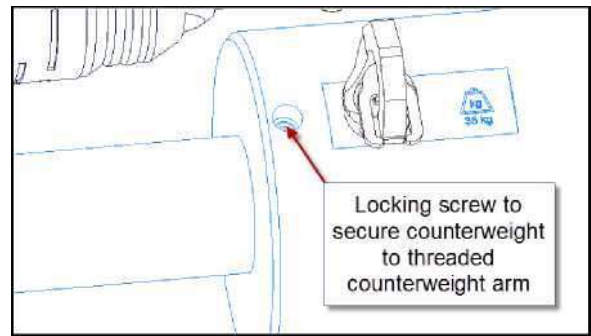

Abbildung 3-29. Ort der Sperrschrauben
2. Lockern Sie die Sicherungsschraube neben der Hebeöse (Abbildung 3-29).